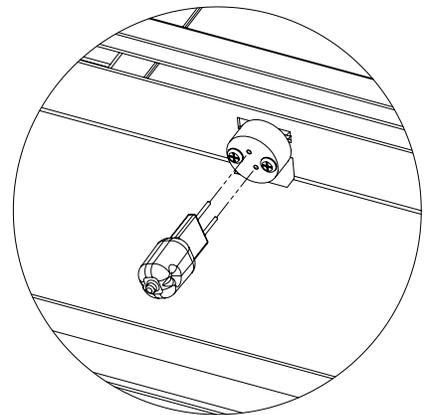

Figure 26. Remplacement de L'ampoule Halogène
6. Porter des gants de coton pour remplacer les ampoules halogènes. Grab fermement à la base et tirer tout droit pour enlever ; remplacer l'ampoule si nécessaire. Grab new bulb by the styrofoam sleeve-it is vital that your bare doigt to not contact the bulb (see Figure 26). **Les huiles de vos doigts réduiront considérablement la durée de vie de l'ampoule.**